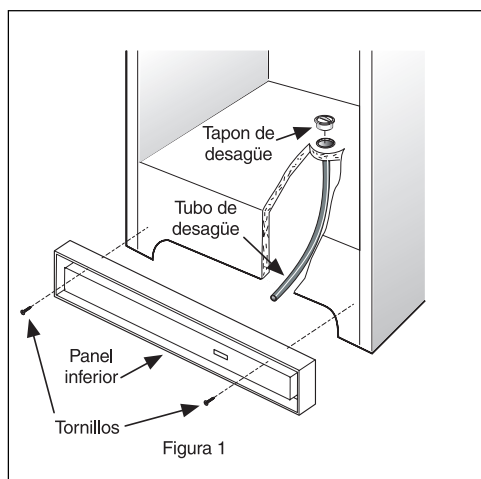

Figura 1
2. Saque el panel inferior quitando dos de los tornillos de la parte delantera del panel. Saque el alambre de los sujetadores en la parte inferior del gabinete. (Figura 1)
3. Desenchufe el conector sujetando el conector del gabinete en su lugar y tirando el conector de la puerta. (Figura 1)
6. Saque la bisagra superior del gabinete y levante la puerta fuera del pasador de la bisagra inferior. (Figura 1)
- **En modelos verticales** con desagüe de descongelamiento (Figura 1), remueva el tapon de desagüe en el piso interior del congelador jalándolo hacia arriba. Para ganar acceso al tubo de desagüe exterior en modelos con panel, primero quite los tornillos del panel. Encuentre el tubo de desagüe cerca a la parte izquierda del centro debajo de el congelador. Posicione una bandeja panda debajo del tubo de desagüe. Inspeccione al bandeja ocasionalmente para evitar rebordaje. Un adaptador de manguera de jardinería de una pulgada puede ser usada para conectar el deague del congelador directamente al desagüe del piso. Si su modelo no viene equipado con este adaptador, usted puede adquirirlo en cualquier almacén de abarrotes. Vuelva a poner el tapon de desagüe cuando halla terminado de descongelar y limpiar. Si usted dejara el desagüe abierto, aire a temperatura ambiente puede entrar al congelador.